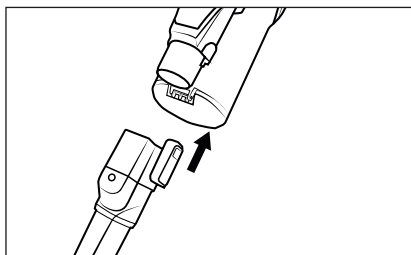

Fig. 14
- Utilisez le suceur à brosse ronde ①③ avec ses poils durs pour les saletés incrustées sur les tapis grossiers ou les habitacles de voiture très sales. L'embout brosse se détache de la buse pour aspirer par exemple les inserts arrondis ou les compartiments de rangement dans la voiture.
- ◆ Faites glisser l'accessoire sur le tube d'aspiration ②③ ou sur l'orifice d'aspiration de l'appareil jusqu'à ce qu'il s'enclenche de manière audible avec un bruit de clic (voir fig. 14). Veillez ce faisant à respecter la bonne position du verrouillage.